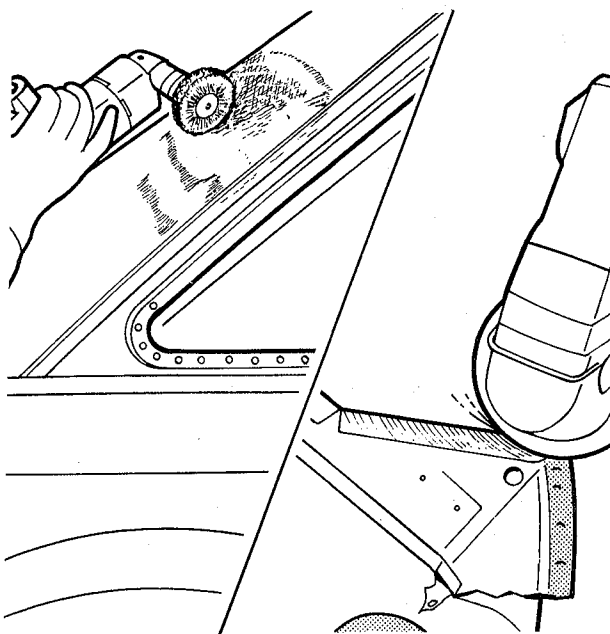

fig. 133
14. Lixar as costuras das uniões soldadas, e os furos preenchidos com solda (fig. 133)